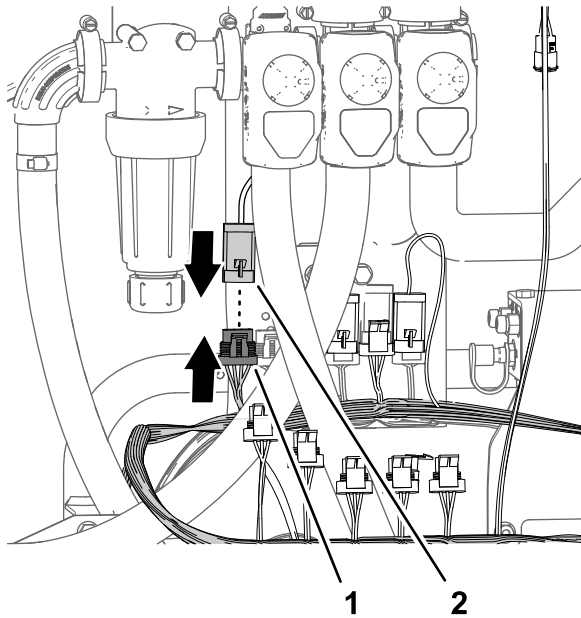

Figura 89
4. Conecte el conector de 4 pines del actuador de la válvula de caudal al conector hembra de 4 vías de la rama de 89 cm del arnés de cables del kit marcado RATE VALVE (Figura 89).